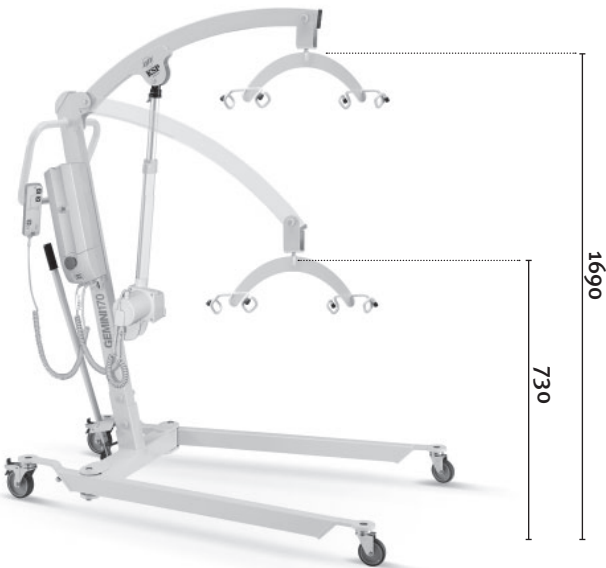

Fig. 13
- Art. N 9602 Imbracatura a barella portata Kg. 130 (Fig. 13)